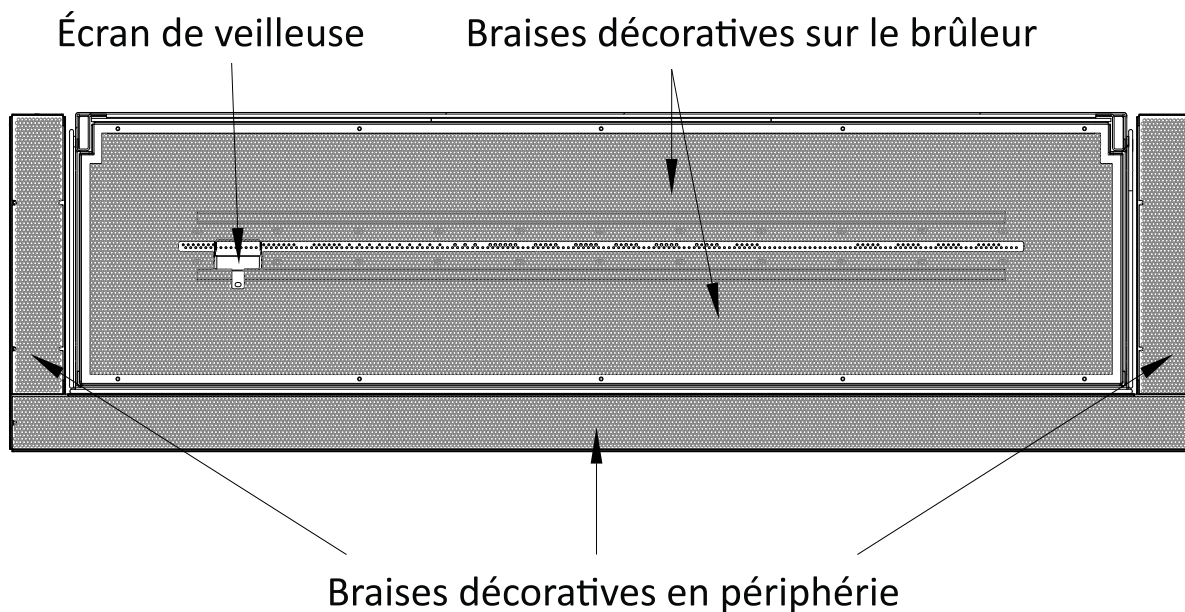

Figure 7.10 - Emplacement des braises décoratives
**IMPORTANT** : Aucune braise décorative ne doit boucher pour empêcher les flammes de veilleuse d'allumer le brûleur. Une veilleuse obstruée peut causer un retard d'allumage. La Figure 7.10 montre une flèche (à gauche) qui pointe vers l'écran de veilleuse. Ne placez aucune braise décorative à l'intérieur de l'écran de veilleuse, pour ne pas obstruer les flammes de la veilleuse.
**IMPORTANT** : Inspectez et vérifiez que le brûleur s'allume moins de (4) secondes après l'ouverture d'alimentation principale de la valve de contrôle de gaz.